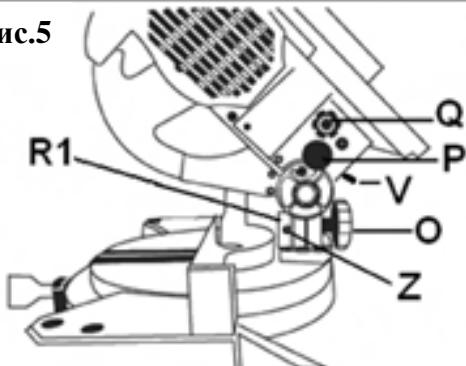

Рис.6
- H- Защитный кожух пилы и блок верхней рамы (рис.6);